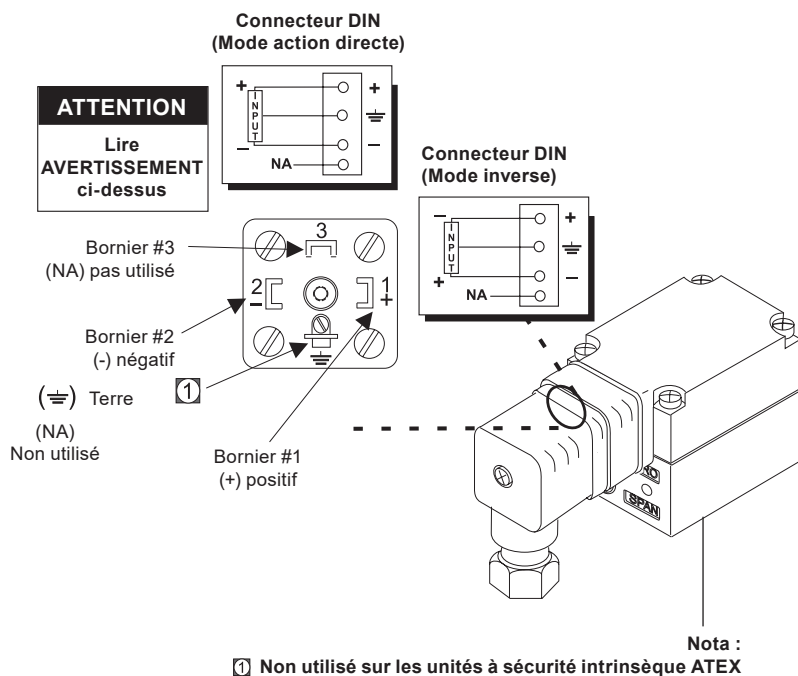

Fig. 6
Effectuer les connexions comme illustré à la Figure 6.
1. Connecter le signal d'entrée au convertisseur comme indiqué sur la Fig. 6.
5. Connecter le signal d'entrée au convertisseur comme illustré à la Fig. 6.